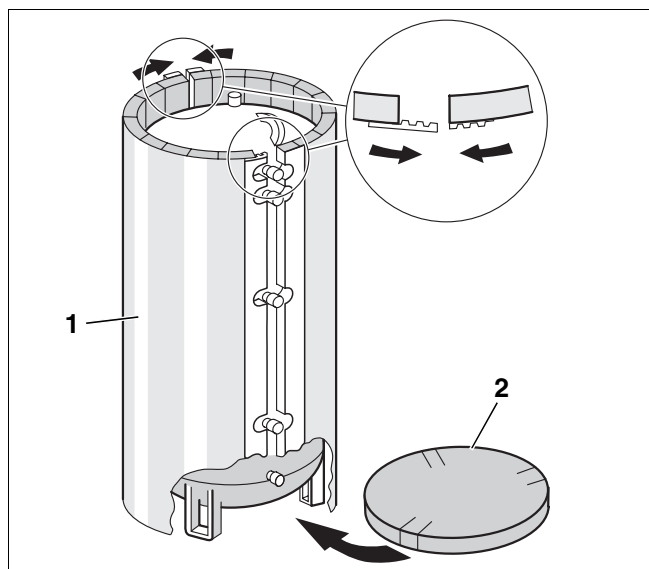

Abb. 9 Montage Wärmeschutz (Prinzipabbildung)
- Geschlitzte Wärmeschutzscheibe (Abb. 9, **Pos. 2**) mit den Einschnitten im Bereich der Speicherfüße auf den Boden legen.
- Entsprechend den Speicheranschlüssen und dem Lochbild die Wärmeschutzmatten (Abb. 9, **Pos. 1**) deckungsgleich am Speicherkörper anlegen.
- Verschließen Sie zuerst den Wärmeschutz auf der Rückseite des Speichers (Anschlussseite) entsprechend Abb. 9.
- Sorgen Sie für ein vollständiges Ineinandergreifen der beiden verzahnten Schienen (Lupe Abb. 9).